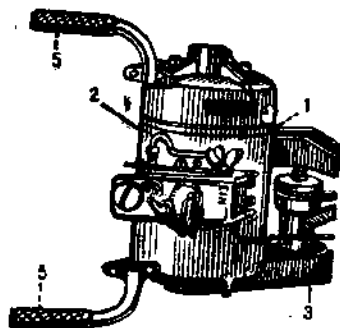

Рис. 16. Механизм управления.
капает на пыльное полотно. Регулятор натяжения пыльной цепи (4) помещен в задней части пилы и приводится в действие поворотом маховичка вправо или влево. Три ручки служат для переноски и управления пилой во время работы; из них 2 ручки прикреплены к моторной части (5), а одна — к задней части пыльного полотна (6) (рис. 16 и 17).